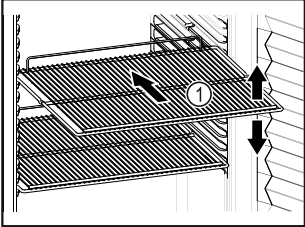

Fig. 57 Reprezentare exemplificativă
- Dacă grătarele tip poliță Fig. 57 (1) pot fi mutate, adaptați-le în funcție de înălțime.